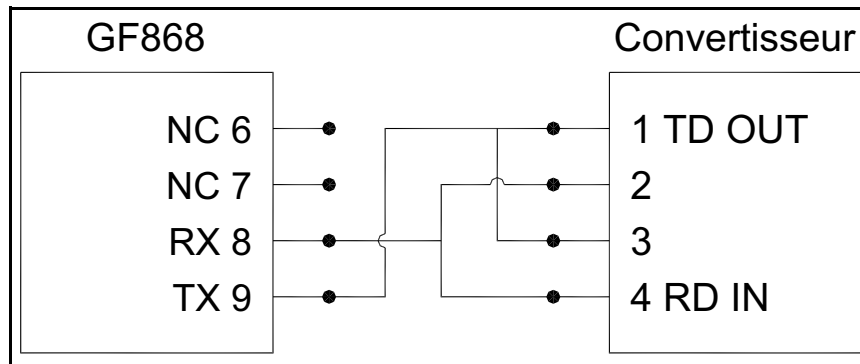

Figure 4: Branchements RS485 types
3. Insérez une extrémité du câble dans le trou du conduit, câblez-la au bornier J1 et fixez le serre-câble. Branchez l'autre extrémité du câble sur le convertisseur, comme illustré à la *Figure 4* ci-dessous.